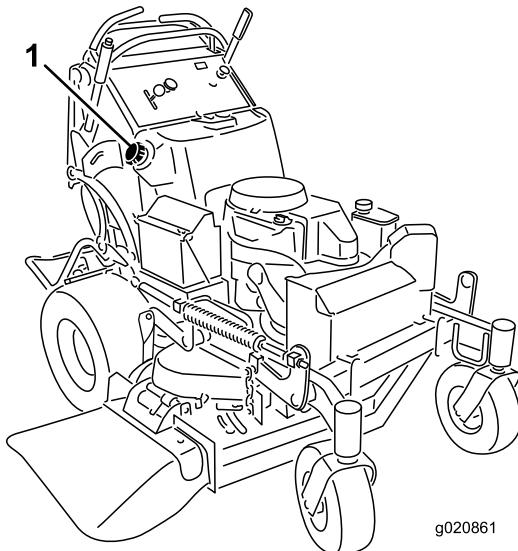

Figure 49
5. À l'aide du siphon, vidangez le carburant dans un bidon propre (Figure 49).